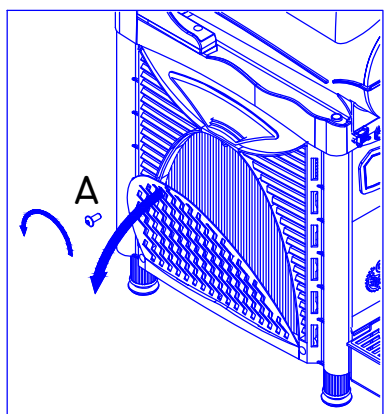

Fig. 26
Rimuovere il pannello di inox del lato sinistro della macchina, svitando la vite (A). (Fig. 26)